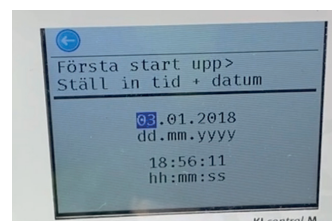

Bild 3
2. Ställ in tid och datum (se bild 3) genom pil upp och ner. Tryck sedan OK.